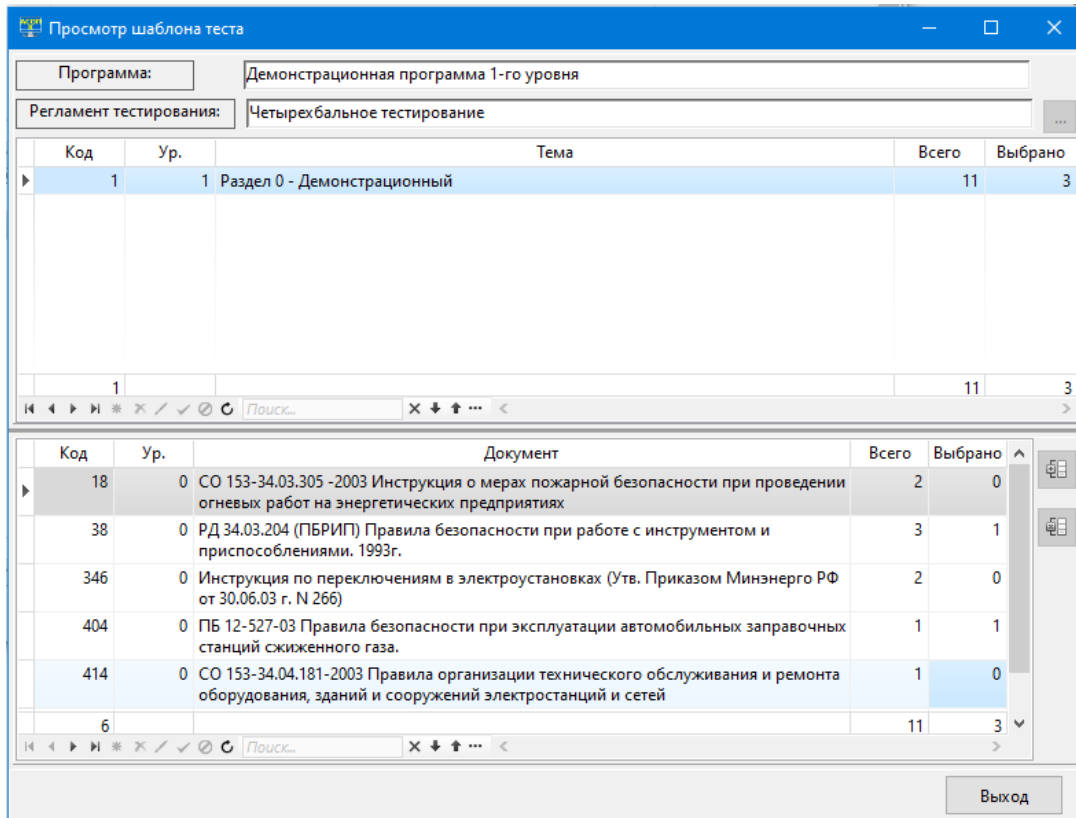

Рисунок 3.51 Форма «Просмотр шаблона теста»
- если режим редактирования текущей строки на форме «Шаблоны тестов» не включен, то эта кнопка реализует функцию «Посмотреть шаблон теста» и при её нажатии вызывается соответствующая форма (Рисунок 3.51), позволяющая в деталях посмотреть содержимое шаблон теста;